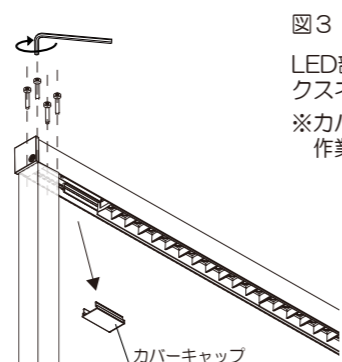

図4
3. LED部と支柱部に収納されたコネクタを接続する。（図4）